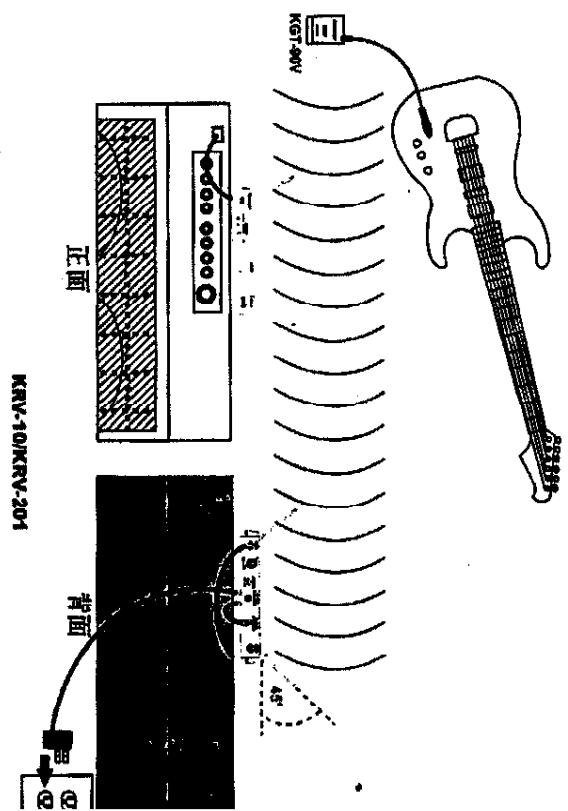

图10
1. 参看图10, 把随机提供的交流流转换器一端插入接收机背后的直流输入连接器, 把转换器的电缆线夹入固定扣“适用机型KRV-10”, 把其另一端插入墙壁插座或其他交流电源(HD41N110使用220伏/50赫电源, HD41N110E使用120伏/60赫电源), 推动接收机正面电源开关, 电源灯发红光。